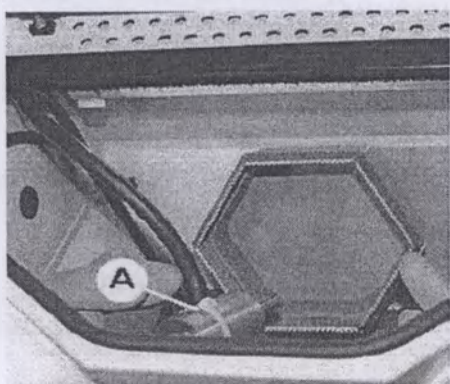

Рис. 15
7. Удалите кабельные связки (защита при транспортировке) с сопла (рис. 15-А).